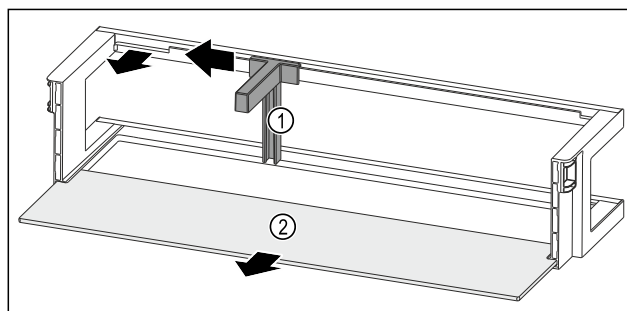

Fig. 90 Dveřní přihrádka s držákem lahví a odkládací plochou
- Držák lahví Fig. 90 (1) posuňte na stranu až k vybrání.
- Držák lahví Fig. 90 (1) odeberte.
- Odkládací plochu Fig. 90 (2) odeberte.